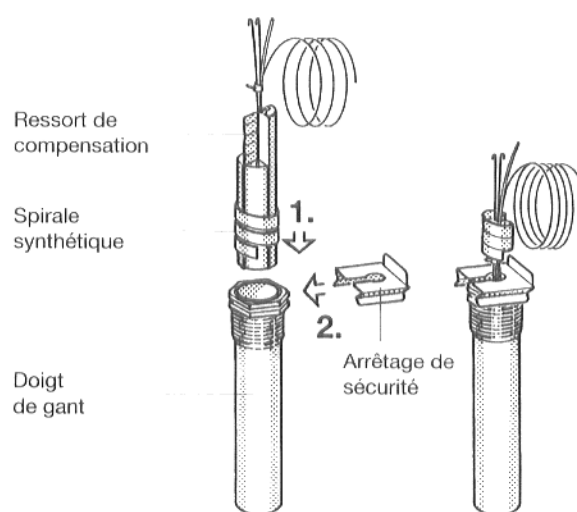

Fig. 15
- Introduire les sondes thermostatiques jusqu'en butée dans le doigt de gant. La spirale en matière synthétique se replie alors automatiquement. Le ressort de compensation doit également être introduit dans le doigt de gant (fig. 15).
- Enfoncer l'arrêtage de sécurité (livré avec l'appareil de régulation) latéralement ou de haut en bas sur la tête du doigt de gant (fig. 15).